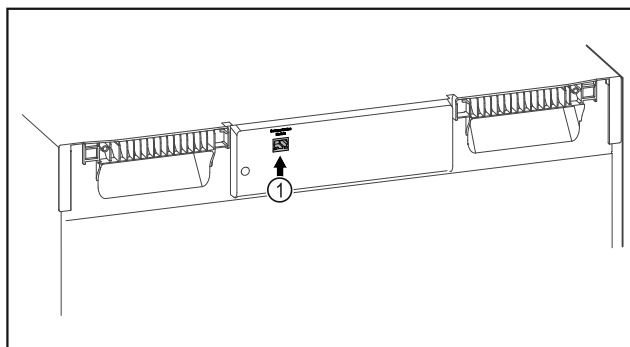

Fig. 113
- ☐ SmartModule Fig. 113 (1) is geplaatst.